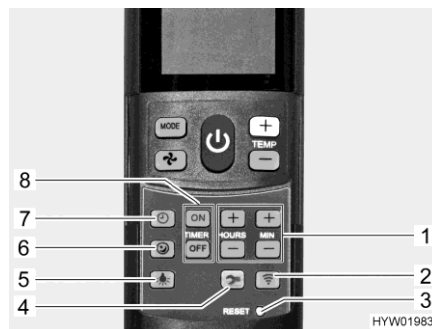

Fig. 96 Mando a distancia con teclas de ajuste (instalación de aire acondicionado)
- Pulsar la tecla Marcha suave (Fig. 96,6). Entonces, el ventilador funcionará a baja velocidad en el funcionamiento de refrigeración y, de esta manera, de modo particularmente silencioso.
- Pulsar la tecla Hora (Fig. 96,7).
- Ajustar las horas y los minutos con las teclas (Fig. 96,1).
- Pulsar la tecla "ON" (Fig. 96,8).
- Pulsar las teclas para el ajuste de la hora (Fig. 96,1) hasta que se haya alcanzado el lapso de tiempo hasta la conexión.
- Pulsar la tecla "OFF" (Fig. 96,8).
- Pulsar las teclas para el ajuste de la hora (Fig. 96,1) hasta que se haya alcanzado el lapso de tiempo hasta la desconexión.
- Volver a pulsar la tecla "ON" o la tecla "OFF" (Fig. 96,8).
- Pulsar la tecla Luz (Fig. 96,5). La iluminación será conectada con el nivel de atenuación ajustado más recientemente.
- Pulsar la tecla Luz (Fig. 96,5) y mantenerla pulsada hasta que se alcance la luminosidad deseada.
- Pulsar la tecla Luz (Fig. 96,5).
- ▷ La tecla Instalación (Fig. 96,4) se usa para conectar el mando a distancia con la instalación de aire acondicionado durante la primera puesta en funcionamiento.